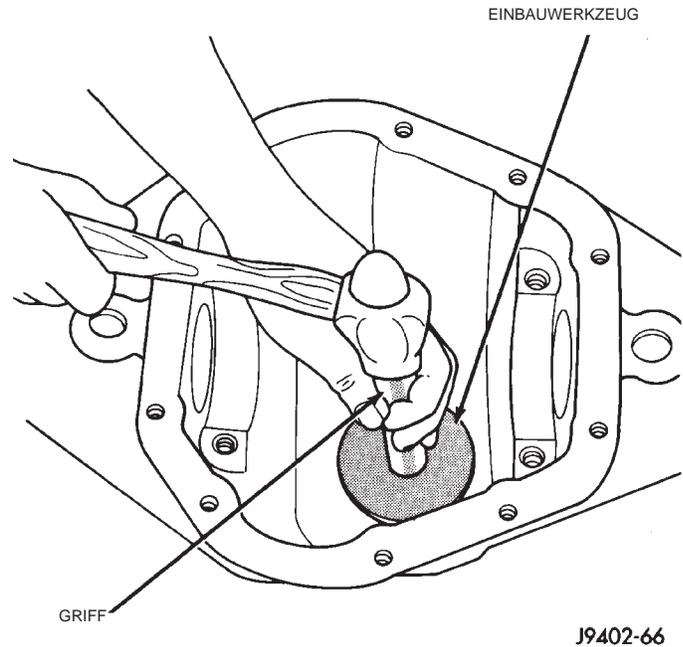

Abb. 40 Hintere Lagerschale einbauen
(1) Die Lagerschale des inneren Lagers mit Mopar® Door Ease oder gleichwertigem Fett einfetten.
(2) Lagerschale mit Einbauwerkzeug D-146 und Griff C-4171 einbauen (Abb. 40). Sicherstellen, daß die Lagerschale richtig sitzt.
(3) Die Lagerschale des äußeren Lagers mit Mopar® Door Ease oder gleichwertigem Fett einfetten.